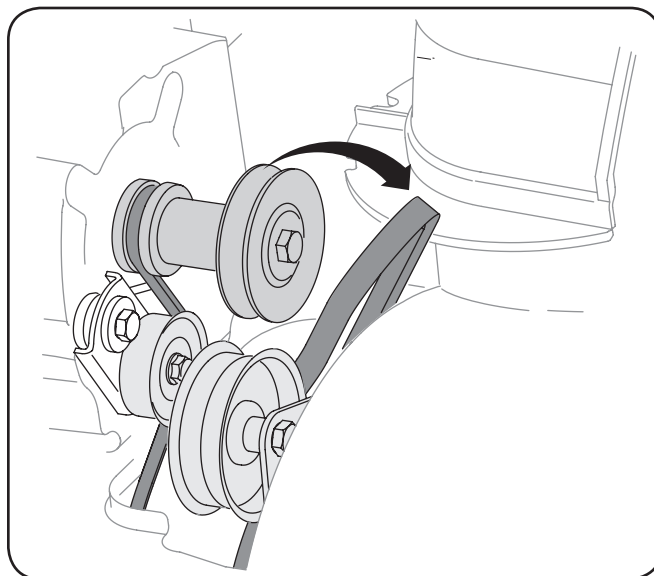

Figura 7-3
4. Saque la correa de la barrena de la polea del motor. Consulte la Figura 7-3.
3. Saque la cubierta del marco desde debajo de la máquina quitanieve retirando los cuatro tornillos autorroscantes que la aseguran. Consulte la Figura 7-3.